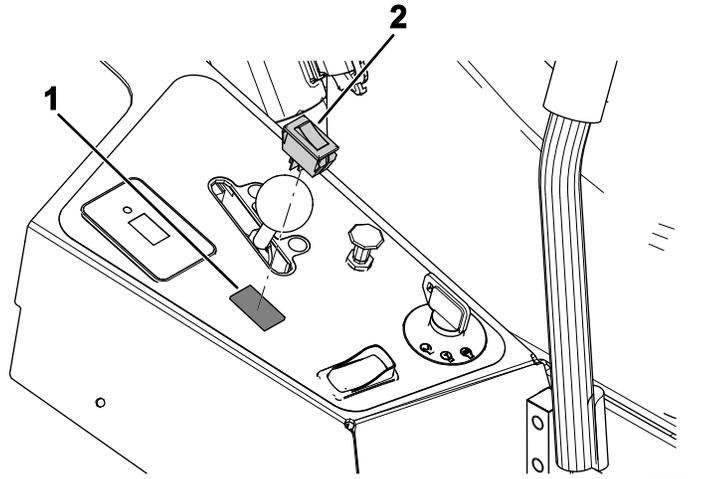

Figure 6
2. Placez l'interrupteur à bascule de phare dans le panneau de commande (Figure 6).